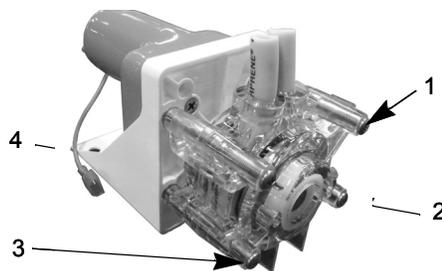

Figura 14. Tornillos del cuerpo de la bomba
2. Suelte y quite los cuatro tornillos del cuerpo de la bomba (consulte la Figura 14).
7. Mientras une las mitades de bomba con la mano, reinserte los cuatro tornillos de mariposa (consulte la Figura 14) y ajústelos siguiendo un patrón entrecruzado como se muestra. Debe darles aproximadamente 1/4 de vuelta más cuando queden ajustados.